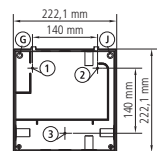

FIG.3
- Percer les 3 trous de fixation du boîtier sur les centres marqués 1, 2, 3 (Fig. 3).
- Terminer de percer les trous G, J avec un foret de 4 mm (Fig. 3).
- Assembler le frontal avec le boîtier à travers le panneau et serrer les vis de 45 mm à travers les trous D, F, G, J (Fig.3).